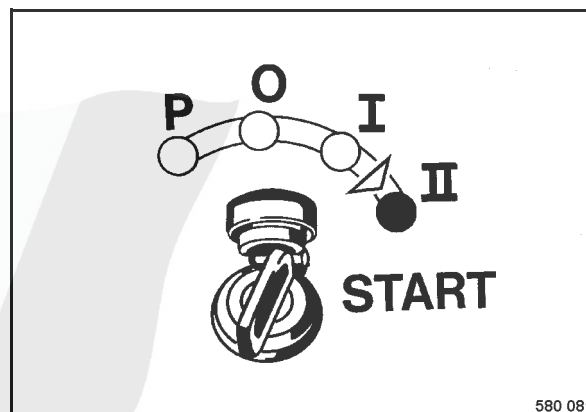

Fig. 90
- Tourner la clé de contact (Fig. 90) sur position "II", démarrage du moteur.